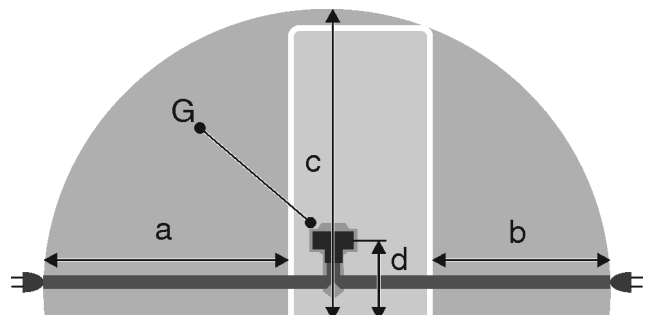

Fig. 23 Kühl-/Gefrierkombinationen / Gefriergeräte / Vollraum-BioFresh-Geräte
- Steckdose liegt nicht hinter dem Gerät, sondern in den Bereichen a oder b *Fig. 23 (a, b, c)*.
- ▶ Gerätestecker *Fig. 23 (G)* auf der Rückseite des Gerätes einstecken. Auf richtiges Einrasten achten.